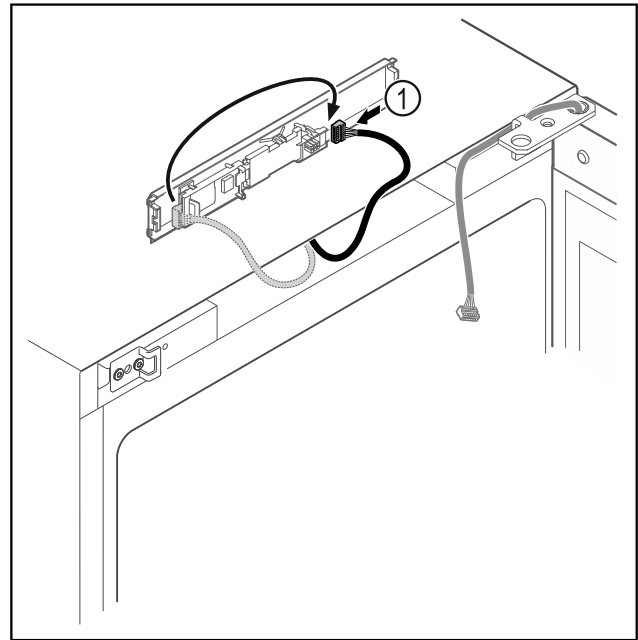

Fig. 15
- ▶ Přepojte zástrčku Fig. 15 (1) na desce.